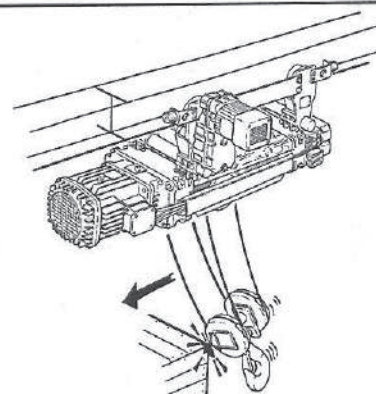

fig.23
- Verificar que la trayectoria del gancho sea adecuada a las exigencias y no encuentre obstáculos (fig. 23).